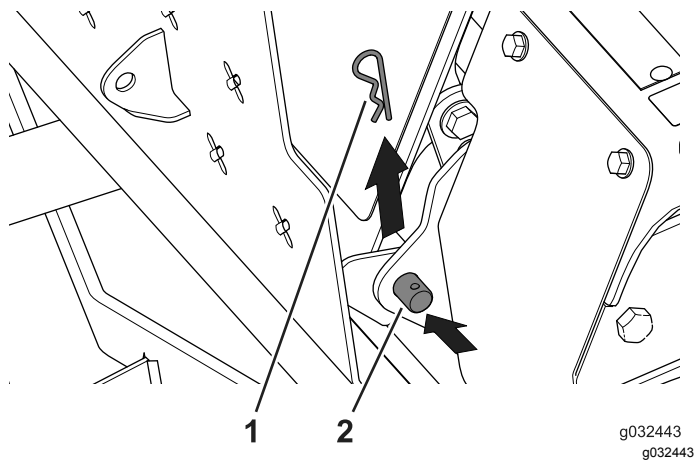

図 51
3. 運転台をピボットブラケットに繋いでいるピボットピン2本から、ヘアピンを外す 図 51。
4. 誰かに手伝ってもらって、ピボットピンと運転台を機体から取り外す 図 51。